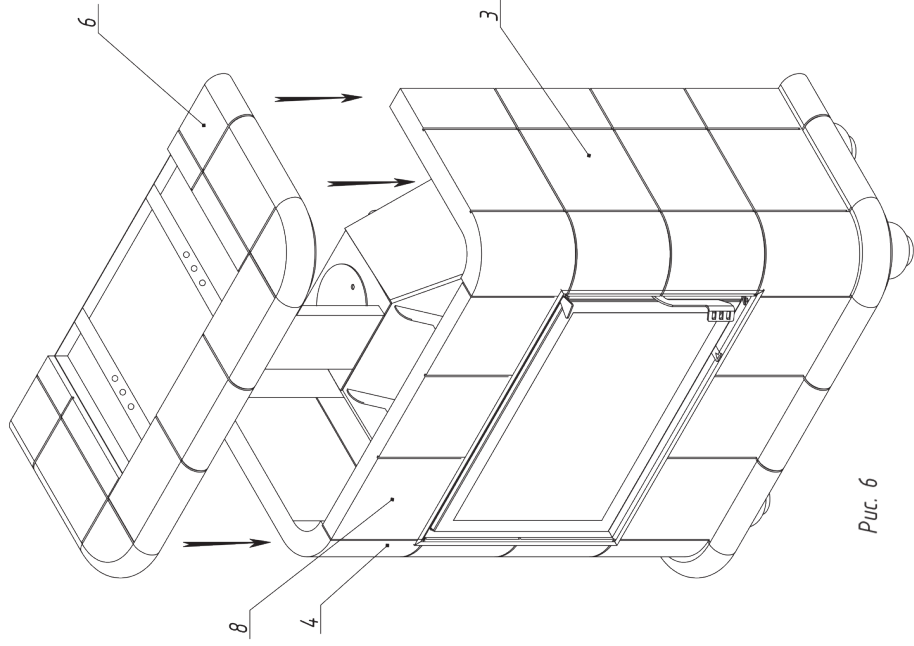

Рис. 6
8. Верхняя панель 6 устанавливается на верхнюю вставку 8 и боковые панели 3,4 (Рис. 6)